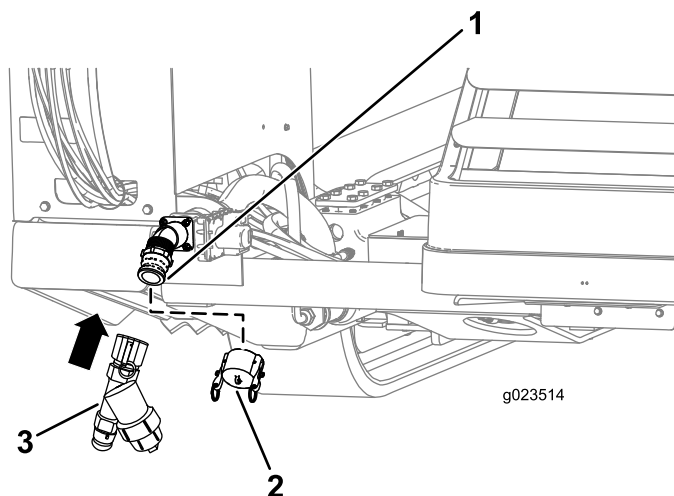

Рисунок 49
1. Снимите впускную крышку насоса (Рисунок 49).
2. Совместите Y-образный сетчатый фильтр с резьбой на насосе (Рисунок 49).